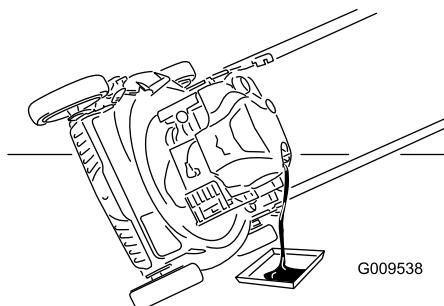

Figura 17
- Coloque el cortacésped de lado con el filtro de aire hacia arriba para drenar el aceite usado a través del tubo de llenado de aceite (Figura 17).